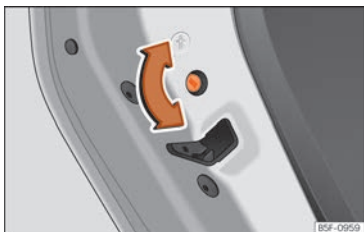

Abb. 89 Kindersicherung in der linken Tür
- Drehen Sie bei geöffneter Tür den Schlitz mit dem Fahrzeugschlüssel an den linken Türen im Uhrzeigersinn »» Abb. 89 und bei den rechten Türen gegen den Uhrzeigersinn.
- Drehen Sie bei geöffneter Tür den Schlitz mit dem Fahrzeugschlüssel an den linken Türen gegen den Uhrzeigersinn »» Abb. 89 und bei den rechten Türen im Uhrzeigersinn.